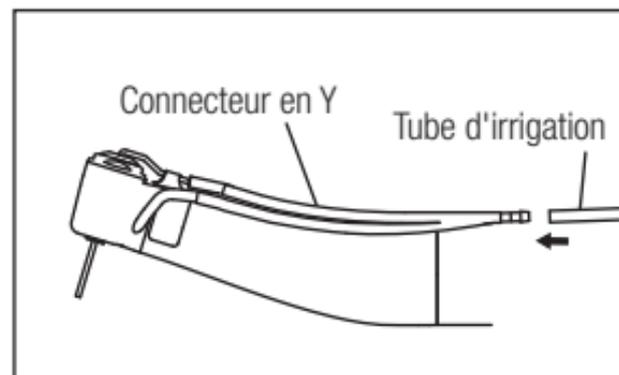

Fig. 8
- 2) Connectez fermement le tube d'irrigation au connecteur en Y. (Fig. 8)